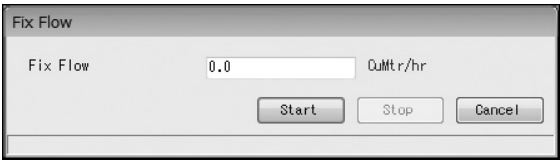

図3-57
- ① メニューの「Diag/Service (T)」をクリックし、「Loop Test」のドロップダウンリストの中から「Fix Flow」を選び再度クリックします。
② 次のウィンドウ（図3-57）が表示されます。模擬流量値を設定し、「Start」ボタンをクリックしてください。「Cancel」ボタンをクリックすると「Fix Flow」を終了します。
「Cancel」ボタンをクリックすると、図3-57 のウィンドウへ戻ります。
- ⑥ 「OK」ボタンをクリックすると、図3-57 のウィンドウに戻りますので、「Cancel」ボタンをクリックし、「Fix Flow」を終了してください。